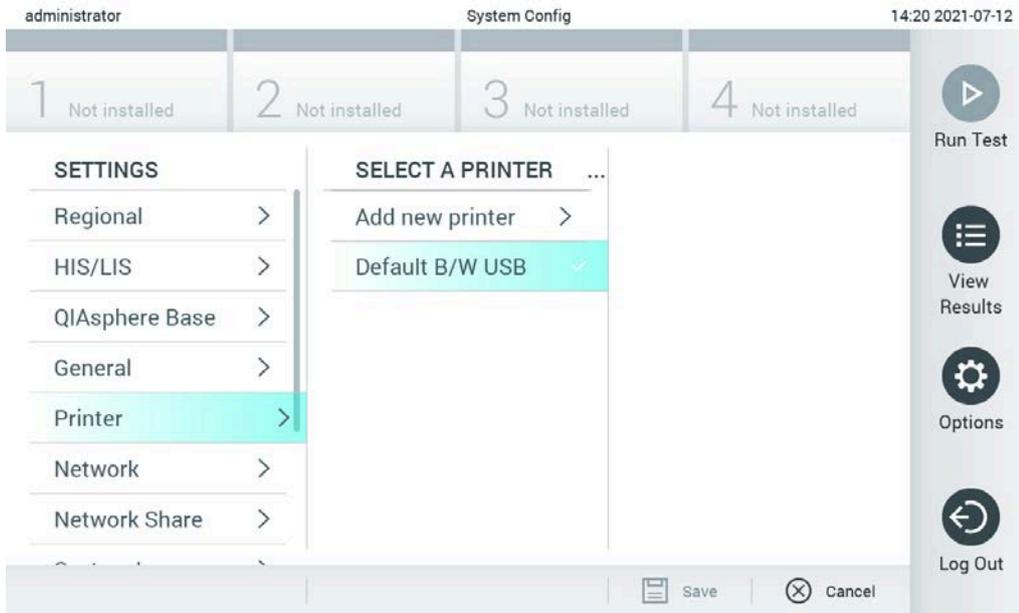

Figura 99. Instalación de la impresora con controlador predeterminado
2. Seleccione la impresora predeterminada llamada Default B/W USB (USB B/N predeterminada) (figura 99)